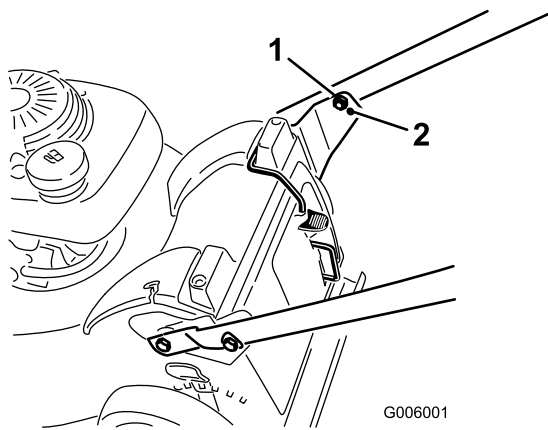

Figure 5
**Remarque:** Le guidon peut être réglé à deux hauteurs différentes (Figure 5). Réglez le guidon à la hauteur la plus confortable pour vous.